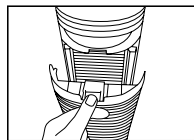

Fig. 5
1. Abra la rejilla trasera empujando suavemente hacia abajo la pestaña de liberación que se encuentra en la parte superior de la rejilla. (Fig. 5)